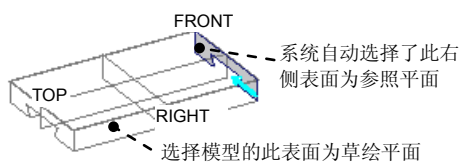
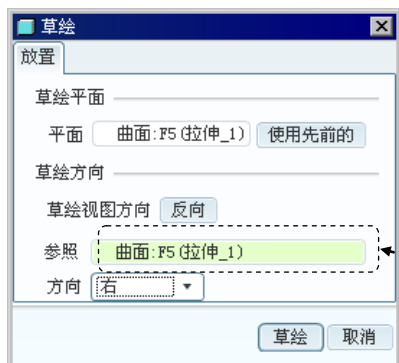
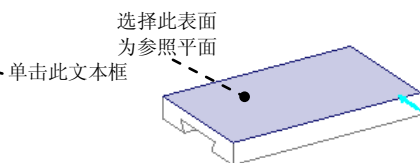

图 5.2.46 设置草绘平面
图 5.2.47 “草绘”对话框
图 5.2.48 重新设置参照平面
(1) 在绘图区中右击, 从弹出的快捷菜单中选择 **定义内部草绘...** 命令, 系统弹出“草绘”对话框。
(2) 定义截面草图的放置属性。
① 设置草绘平面: 选取图 5.2.46 所示的模型表面为草绘平面。
② 设置草绘视图方向: 采用模型中默认黄色箭头方向为草绘视图方向。
③ 对草绘平面进行定向。
a) 指定草绘平面的参照平面。选取草绘平面后，系统自动选择了图 5.2.46 所示的右侧表面为参照平面；为了使模型按照设计意图来摆放，单击图 5.2.47 所示“草绘”对话框中“参照”后面的文本框，选择图 5.2.48 所示的模型表面为参照平面。